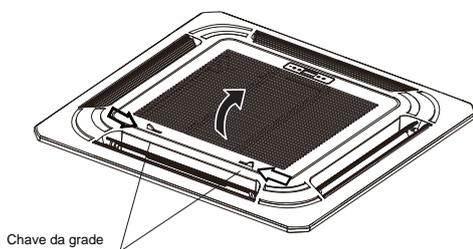

Figura 3.12
1. Pressione as duas travas da grelha ao mesmo tempo para suspendê-la (figura 3.12).